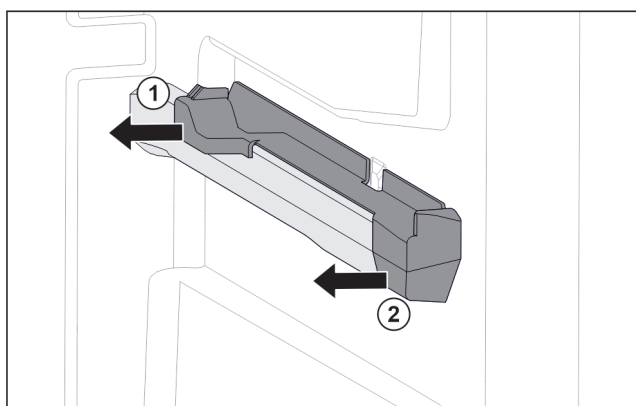

Fig. 131 Nasazovací díl na pravém žebrování na nádoby
- ▶ Stáhněte nasazovací díl vzadu na stranu. Fig. 131 (1)
- ▶ Stáhněte nasazovací díl vpředu na stranu. Fig. 131 (2)